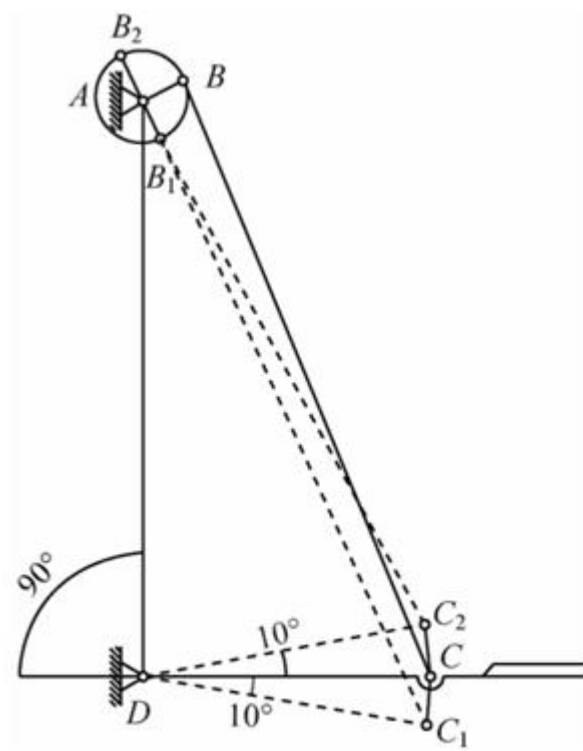

图2-2-11
解：(1) 由踏板CD在水平位置上下摆动 10° ，可知该机构的极限位置为 AB_1C_1D 和 $AB_2C_2D_2$ ，选取适当比例尺作图，如图2-2-11所示。